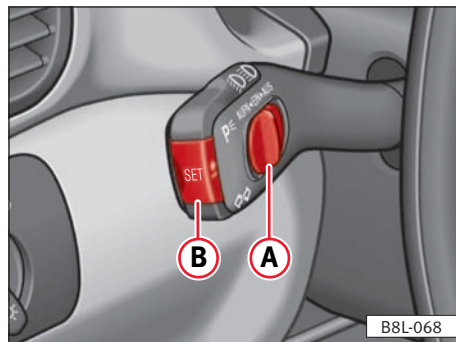

Fig. 147
Cuando se ha alcanzado la velocidad deseada, bastará oprimir brevemente el pulsador ⇒ fig. 147 (B) (SET), pudiendo entonces quitar el pie del acelerador.
Para reducir la velocidad memorizada hay que pulsar la tecla ⇒ **fig. 147 B**.
Al pulsar brevemente la tecla ⇒ **fig. 147 B**, la velocidad se reduce de forma escalonada. Si se mantiene pulsada la tecla, el acelerador retrocede de forma automática y se reduce la velocidad. La velocidad a la que se llega al soltar la tecla queda memorizada.
Si se suelta la tecla cuando la velocidad es inferior a unos 30 km/h, la memoria se borra. En este caso, habrá que volver a memorizar la velocidad, sirviéndose de la tecla ⇒ **fig. 147 B** tras haber acelerado el vehículo, si es preciso, hasta una velocidad superior a los 30 km/h.
Para aumentar la velocidad memorizada sin pisar el acelerador hay que desplazar el mando ⇒ **fig. 147 A** hasta la posición **RES**.